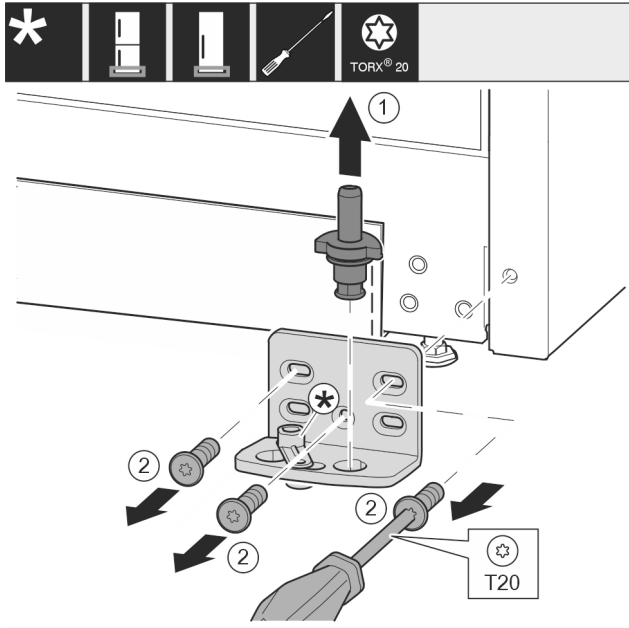

Fig. 12
- ▶ Extraiga el perno del cojinete Fig. 12 (1) por completo hacia arriba.
- ▶ Desatornille los tornillos Fig. 12 (2) con un destornillador y retire el soporte del cojinete.